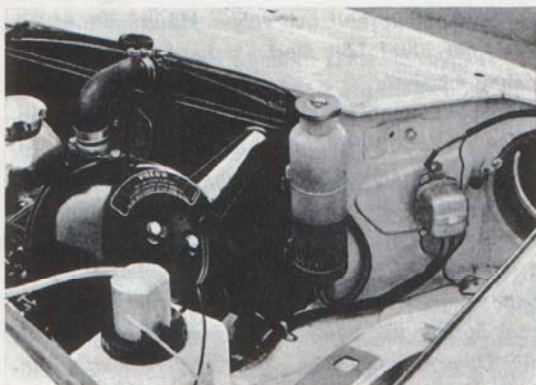

Bild 110. Expansionskärlet. OBS. Slangens dragning
Vid avtappning öppnas en kran på motorn och en propp vid kylarens undersida borttas. Expansionskärlet töms genom att man demonterar detta och håller det så högt, att vätskan rinner in i kylaren, eller vänds expansionskärlet upp och ner. Tryck vid montering fast expansionskärlet ordentligt samt se till att slangen dras enligt bild 110.
7. Montera expansionskärlet med slang. Tryck ned expansionskärlet ordentligt i fästena. Dra slangen från kylaren **framför** expansionskärlet och ned till dess undersida, så att slangen går fri från fläkten. Bild 110. Se till att slangen går i en mjuk båge utan skarpa veck.